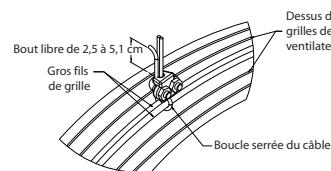

Figure 8 — Détail du serre-câble
- Attacher le câble de soutien de sécurité secondaire utilisé pour offrir une protection supplémentaire en cas de défaillance des autres supports et visseries de fixation. Pour assurer une pose correcte du câble de soutien de sécurité secondaire, lire et suivre avec attention toutes les instructions à partir de la page 3, Figure 8.
8. Attacher le câble de soutien de sécurité secondaire utilisé pour offrir une protection supplémentaire en cas de défaillance des autres supports et visseries de fixation. Pour assurer une pose correcte du câble de soutien de sécurité secondaire, lire et suivre avec attention toutes les instructions à partir de la Figure 8.
12. Attacher le câble de soutien de sécurité secondaire utilisé pour offrir une protection supplémentaire en cas de défaillance des autres supports et visseries de fixation. Pour assurer une pose correcte du câble de soutien de sécurité secondaire, lire et suivre avec attention toutes les instructions à partir de la Figure 8.
1. Passer un côté du câble autour des fils de fer de gros diamètre à la fois des grilles avant et arrière, comme sur la Figure 8.